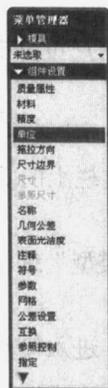

图 1-3 “组件设置”菜单
① 单击主菜单中的“编辑”→“设置”命令，系统弹出图 1-3 所示的“组件设置”菜单。然后单击该菜单中的“单位”命令，打开“单位管理器”对话框。